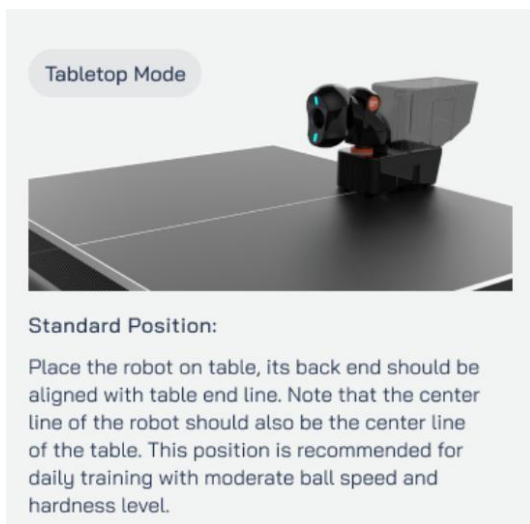

Abbildung 2-4
2.1.4. Platzieren Sie den Roboter an einer geeigneten Position. Die Standardpositionen sind die Standardposition und die Nettonahposition (Abbildung 2-4, 2-5). Wenn Sie die benutzerdefinierte Kombinationsfunktion verwenden, kann der